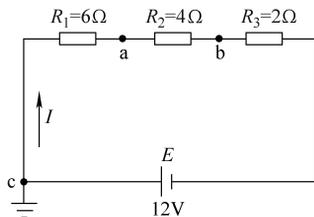

图 1-2
2. 如图 1-2 所示, $R_1 = 6\Omega$ 、 $R_2 = 4\Omega$ 、 $R_3 = 2\Omega$, 当 c 点接地时, 求 U_a 、 U_b 及 U_{ab} 。